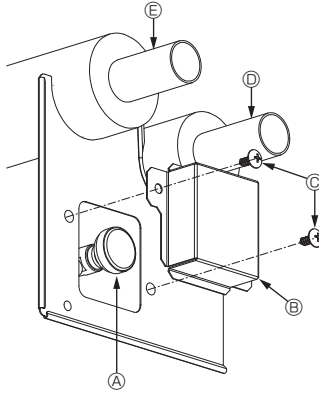

Fig. 6-1
6.2.2. İç ünite havalandırma vanası (Fig. 6-1)
- ① Hava tahliye valfi kapağını çıkarın.
- ② Havayı tahliye etmek için hava tahliye valfi üzerindeki butonu döndürün.
- ③ Hava tahliye valfi
- ④ Hava tahliye valfi kapağı (Sıkma torku: 1,3 ± 0,3 N·m)
- ⑤ Vida
- ⑥ Çıkış (HBC'ye/isteğe bağlı VALF KİTİNE)
- ⑦ Giriş (HBC'den/su ünitesinden)